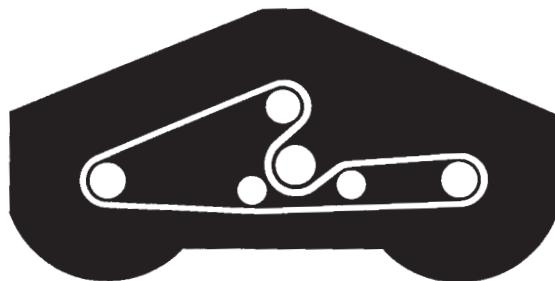

Figure 23
5. Installez la courroie neuve autour des poulies d'axe et dans l'ensemble poulie de tension comme illustré à la Figure 23.